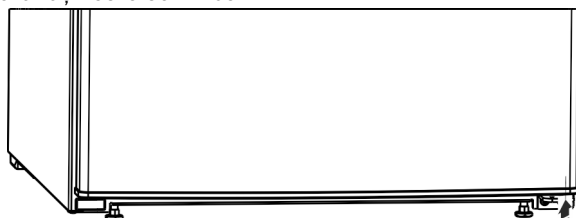

Fig. 27*
- ▶ Remontați distanțierul Fig. 27 (13) în partea inferioară dreaptă a ușii, deoarece este important pentru stabilitatea aparatului.*